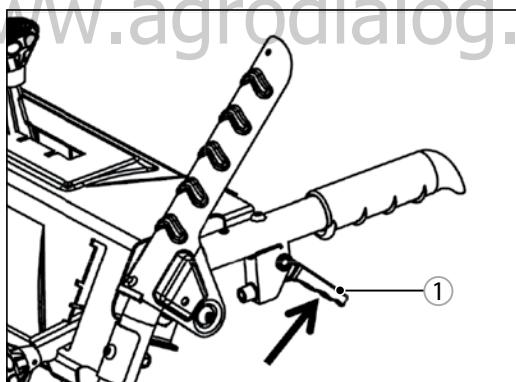
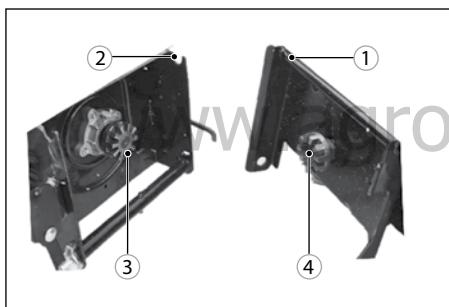

Рис. 7
Рис. 10
С правой стороны верхняя рукоятка фиксируется двумя болтами, с левой стороны – болтом и держателем рукоятки поворота желоба (рис. 10).
3. Нажмите на рычажок снятия насадки 1 (рис. 7) расположенный на ручке слева.
Не нажмайтe рычажок 1 на рис. 7 во время работы насадки.
2. Убедитесь, что стержень 1 на насадке попал в паз основной части 2 (рис. 10), а шестерня 3 привода щетки/шнека состыковалась с шестерней 4 на насадке (рис. 10). Отпустите рычажок 1 снятия насадки, должен появиться соответствующий щелчок фиксации (рис. 7).